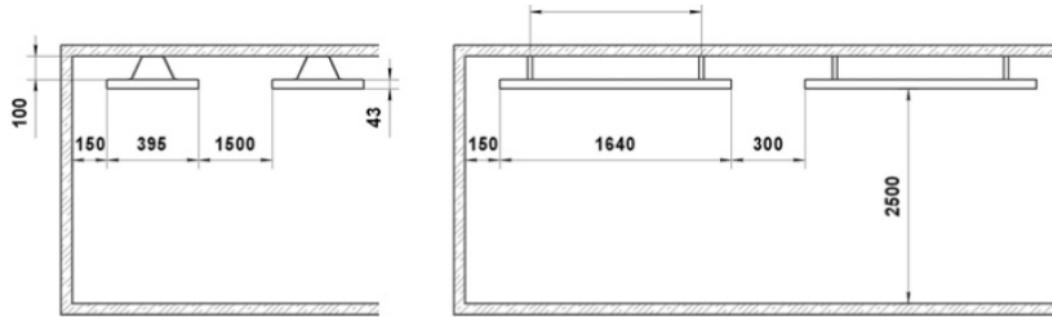

Рис. 1 Схема размещения обогревателя
5.4 Габаритные и установочные размеры обогревателей и минимальные расстояния при установке приведены на рис.1 Приложения.
- снять крышку 4 (см. рис.1);